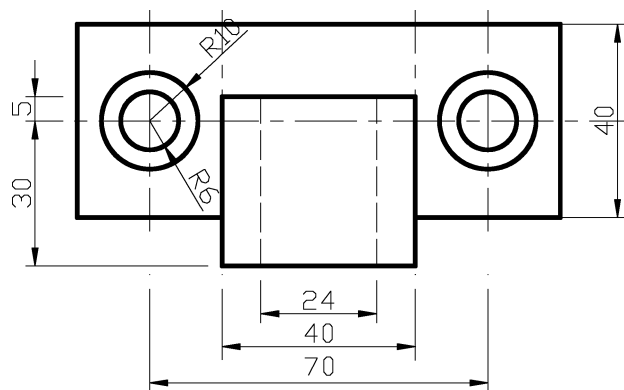

图 3-76 绘制支座轮廓线
5) 将“轮廓线”图层置为当前，并在功能区单击“常用”选项卡→“绘图”面板→“多段线”按钮，绘制支座轮廓线和表示圆孔轮廓的虚线，如图 3-76 所示。注意在绘制过程中灵活运用对象捕捉追踪、极轴追踪、对象捕捉、动态输入等功能。